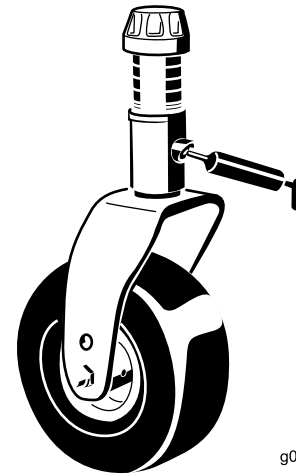

Figura 41
- Um casquilho de eixo da forquilha da roda giratória (Figura 41)